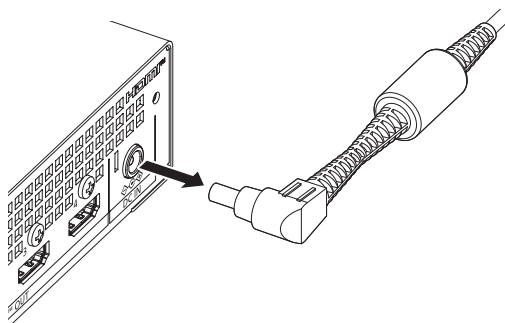

Fig. 2
2) **Rimuovere la spina (Fig. 2).**